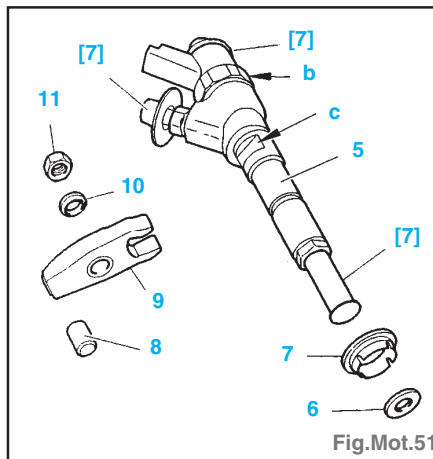

Fig.Mot.51
- Déposer (Fig.Mot.51) :
- les écrous (11), les cuvettes (10) et les brides (9).
- les injecteurs (5), les bagues d'étanchéité (7) et les joints (6).
- les grains d'appuis (8).
- Reposer (Fig.Mot.51) :
- les grains d'appui (8),
- les joints (6) neufs,
- les bagues d'étanchéité (7) neuves,
- les injecteurs (5),
- les brides (9),
- les cuvettes (10),
- les écrous (11) neufs sans les serrer.